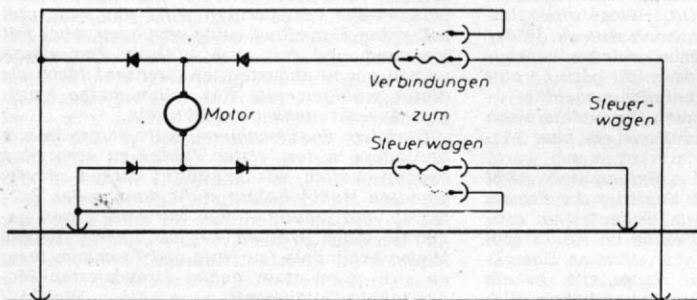
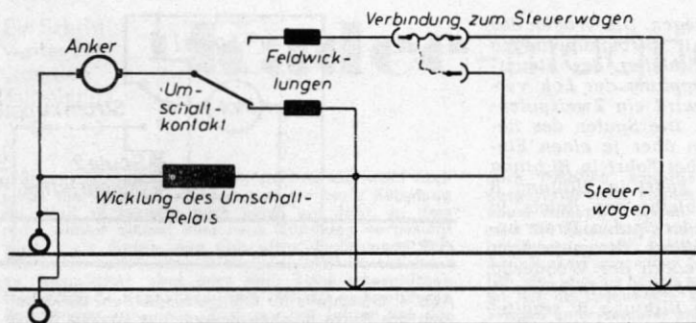
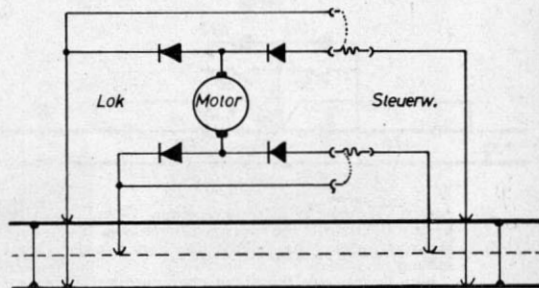

Abb. 1. Die in Heft 15/XIII von Herrn Dr. L. vorgeschlagene Standard-Schaltung für das Zweischienn-Zweileiter-Gleichstrom-System.
Abb. 2. Auch diese Schaltung für das Dreischienen-Zweileiter-Wechselstrom-System wurde bereits in Heft 15/XIII von Herrn Dr. L. vorgeschlagen.
Abb. 3. Aus der Schaltung nach Abb. 1 entstandenes Gesamtschaltbild für den Dreischienen-Zweileiter-Gleichstrombetrieb.
Abb. 1. Das Werk der „Gesellschafterin“ Rosemarie, die nunmehrige „Fahrdienstleiterin“ der BHE. Sie baute den Rundlokschuppen gänzlich allein aus Pappe, Faller-Steinplatten u. dgl. Alle Achtung!
Abb. 1. Diese mehrfarbigen Briefverschlusssammlungen können Sie kostenlos (d. h. gegen Rückporto!) von der Deutschen Eisenbahn-Versicherungskasse, 5000 Köln, Theodor-Heuss-Ring 19-21, erhalten.
Gut, das sind zwei besonders krasse Beispiele, auch hinsichtlich der Preise. Zu Ihrer Beruhigung: Es gibt mehr als genug äußerst nette und reizende Lokserien mit z. T. wenigen Marken, die sämtlich die Eisenbahn betreffen und nur ein paar Mark kosten. (Wir werden Ihnen demnächst einige Beispiele vorstellen.) Außerdem gibt es eine ganze Reihe von Lok-Einzelmarken, die z. T. für nur ein paar Pfennige oder Zehner zu haben sind. Und fast gar nichts kosten die in Abb. 1 und 2 dargestellten Marken, die zwar keine postalischen Briefmarken sind, aber in einer Eisenbahn-Motiv-Sammlung eigentlich nicht fehlen sollten.
A) Zweischienn-Zweileiter-Gleichstrom (Abb. 1)
Grundsätzlich sollte bei diesem System nur die in Heft 15/XIII S. 631 als Abb. 2 gezeigte Schaltung (hier Abb. 1) mit vier Ventilzellen angewendet werden, damit der Zug gegebenenfalls auch mal eine Kehrschleife durchfahren kann und man außerdem nicht darauf zu achten braucht, daß sich sämtliche Signaltrennstellen nur in dem einen bestimmten Schienenstrang befinden. Die Abb. 3 des obenerwähnten Aufsatzes sollte trotz des etwas kleineren Aufwandes (zwei Ventilzellen) nur dann angewendet werden, wenn der Zug
B) Dreischienen-Zweileiter-Wechselstrom (Abb. 2)
In diesem Fall ist ein kleiner mechanischer Umbau in der Lok notwendig, denn um die in Abb. 2 gezeigte Schaltung verwirklichen zu können, muß das Umschalt-Relais (Märklin) vom Rahmen isoliert werden. Das Loch im Relaiskern für die Befestigungsschraube wird vorsichtig aufgebohrt (oder größer gefeilt) und die Schraube mit einem dünnen Isolierschlauch überzogen. Unter Beigabe von Isolierstoffunterlegscheiben kann dann das Relais wieder montiert und die Verdrahtung nach Abb. 2 vorgenommen werden. Eine Motorbürste und ein Draht der Relais-Spule werden mit dem Lokrahmen verbunden; der zweite Draht der Relais-Spule wird an den Mittelschleifer gelegt, während die zweite Motorbürste Verbindung mit dem Metallrahmen des isoliert montierten Relais erhält. Die Relais-Umschaltkontakte bleiben jedoch wie bisher an die Feldwicklungen des Motors geschaltet. Die verdrehte Leitung der Feldwicklungen, die im Normalfall an einer der Motorbürsten liegt, ist vorsichtig zu lösen und zu „entdrillen“. Einer der beiden so erhaltenen Drähte wird mit dem Mittelschleifer der Lok verbunden (ausprobieren! Die Lok muß nach dieser Manipulation vorwärts fahren!), während der andere Draht eine Verbindung zum Mittelschleifer des Steuerwagens erhält. Diese Verbindung muß also durch den ganzen Zug geführt werden. Um jedoch die Wagen gegebenenfalls auch aus dem Zugverband herausnehmen zu können, empfiehlt sich keine durchgehende Strippe, sondern eine lösbare Verbindung von Wagen zu Wagen (evtl.
mittels der bekannten Druckknopf-Kontakte). An der Lok selbst wird noch ein zweiter Anschluß vorgesehen, der nur dann mit dem ersten verbunden wird (in Abb. 2 gestrichelt gezeichnet), wenn die Maschine im normalen Betrieb oder solo eingesetzt werden soll.
C) Dreischienen-Zweileiter-Gleichstrom (Abb. 3 und 4)
Hier kann im Prinzip die gleiche Schaltung wie Abb. 1 verwendet werden. Wegen der miteinander verbundenen Außenschienen des Gleises sieht das komplette Schaltbild jedoch wie in Abb. 3 aus.
Interessant ist in diesem Fall aber auch noch eine weitere Schaltung, die Herr S. Boecker, Langen, aus der Schaltung nach Abb. 2 entwickelt hat. Herr Boecker beschreibt diese Schaltung (Abb. 4) wie folgt:
Man kann diese Schaltung aber auch bei Stromversorgung aus den Schienen anwenden, also wenn nicht die Fahrzeuge nach Abb. 1–3 umgebaut werden sollen, sondern vielmehr die Strecke. Die dicken Linien stellen dann die Fahrsschienen dar.
Abb. 1. Dieses Vergleichsbild spricht Bände: Oben die derzeitigen deutschen „Standard-Kupplungen“ (v. l. n. r.: Märklin, Fleischmann, Trix); unten: drei mit Kadee-Kupplungen ausgestattete deutsche Wagen. Mit dem Kupplungstyp MKD 6 sind die beiden äußeren Wagen ausgerüstet, mit dem Typ MKD 5 & 10 der mittlere.
Wie schon angedeutet, handelt es sich bei der Kadee-Kupplung um eine ausgereifte Konstruktion. Und so braucht es nicht wunder zu nehmen, daß es sie in x Variationen für alle möglichen US-Fahrzeug-Fabrikate, gibt. Nachdem die Kupplungen mit kurzen Schäften im Hinblick auf unsere Puffer ausscheiden, blieb als wohl einzig hierfür empfehlenswerte Ausführung die Type MKD 6 übrig, deren Befestigungskästchen direkt mit der Pufferbohle abschneidet (Abb. 1, 2, 4, 10 u. a.), wobei der Kupplungskopf so weit herausragt, daß sich im gekuppelten Zustand ein Pufferabstand von etwa 3–4 mm ergibt (wie es nun mal bei den üblichen Gleisraden erforderlich ist). Bei größeren Gleisraden kann der Kupplungskasten hinter die Pufferbohle gesetzt und der Abstand entsprechend verkürzt werden (insbesondere bei vorhande-